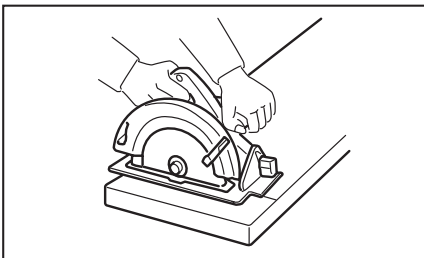
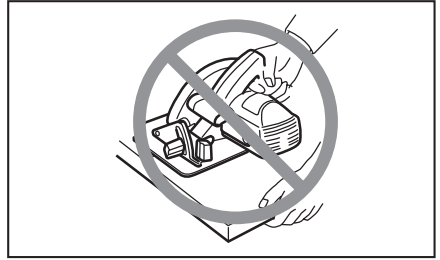

Fig. 5
Fig. 6
13. Placez la partie la plus grande de la base de l'outil sur la partie de la pièce qui est solidement soutenue, non sur celle qui tombera une fois la coupe terminée. À titre d'exemples, la Fig. 5 illustre la **BONNE** façon de couper l'extrémité d'une planche, tandis que la Fig. 6 illustre la **MAUVAISE** façon. Si la pièce est courte ou petite, installez-la dans un dispositif de serrage. **N'ESSAYEZ PAS DE TENIR LES COURTES PIÈCES UNIQUEMENT AVEC LA MAIN!**